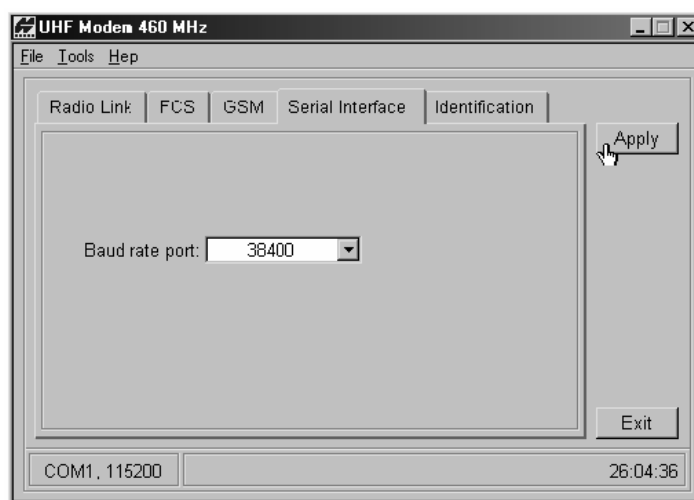

Рисунок 2-21 Пример выбора скорости передачи данных для модема
2. Во вкладке *Serial Interface* (*Последовательный интерфейс*) выберите скорость передачи данных для последовательного порта радиомодема (см. рис. 2-21). Для последовательных портов приемника и радиомодема следует установить одинаковую скорость.
3. На вкладке *Serial Interface* (*Последовательный интерфейс*) выберите скорость передачи данных для последовательного порта радиомодема (см. рис. 2-21 на стр. 2-30). Для последовательных портов приемника и радиомодема следует установить одинаковую скорость.
2. Во вкладке *Serial Interface (Последовательный интерфейс)* выберите скорость передачи данных для последовательного порта радиомодема (см. рис. 2-21). Для последовательных портов приемника и радиомодема следует установить одинаковую скорость.
3. Во вкладке *Serial Interface* (*Последовательный интерфейс*) выберите скорость передачи данных для последовательного порта радиомодема (см. рис. 2-21 на стр. 2-30). Для последовательных портов приемника и радиомодема следует установить одинаковую скорость.